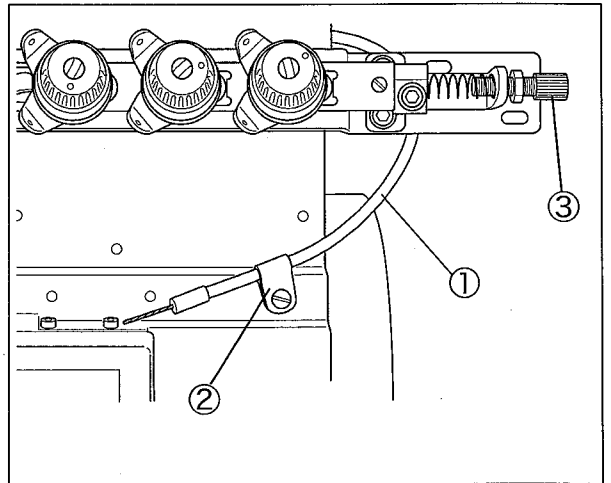
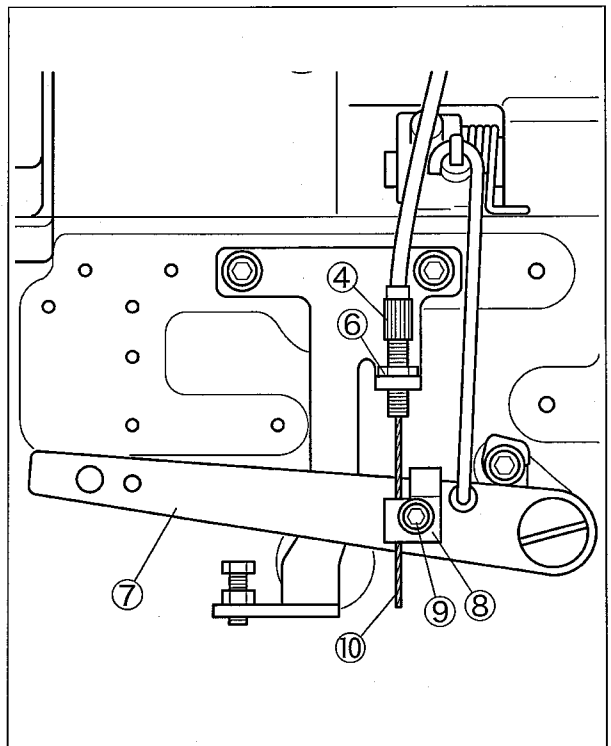

図1
図3
1. コードクランプ②を取り外す。
2. ワイヤガイド③④のネジ部の中央部分で、ロックナット⑤⑥によってワイヤガイド③④が固定されていることを確認する。(図1, 図3)
3. 押エ揚ゲレバー⑦側(ミシン後面)のワイヤ止め(下)⑧の止ネジ⑨を緩める。(図3)
- (1) ワイヤ止め(上)⑪を取り外す。
- (2) ワイヤ⑩をワイヤ止めブロック⑬の溝に沿わせ、ワイヤ⑩の先端をワイヤ止めブロック⑬の左端まで差し込む。
- (3) ワイヤ止め(上)⑪を取り付ける。
5. 押エ揚ゲレバー⑦側(ミシン後面)のワイヤ⑩をたるまないように、ワイヤ止め(下)⑧にはさみ、止ネジ⑨を締めてワイヤ⑩を固定する。(図3)